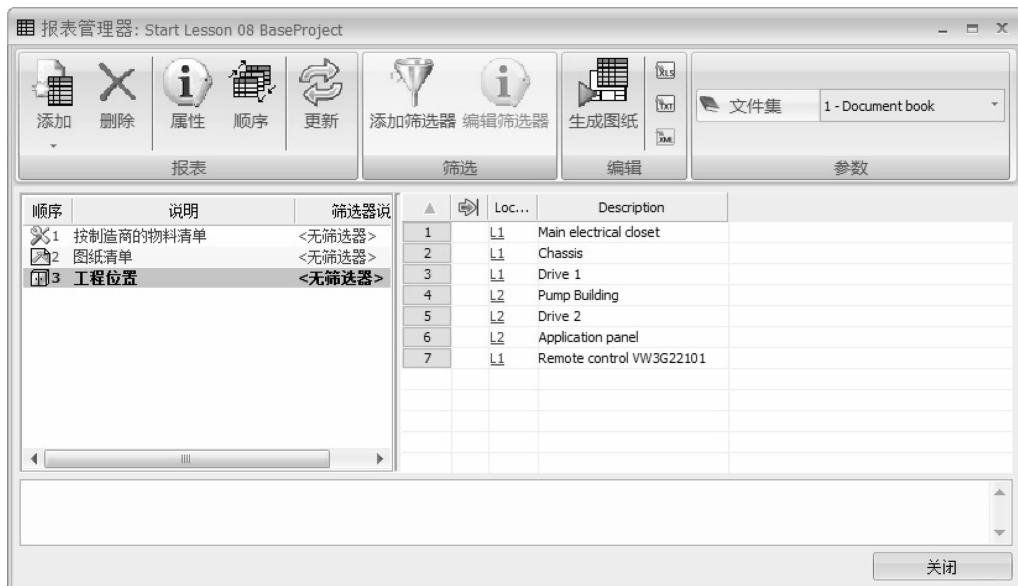

图 9-13 运行报表
■■■. 单击【添加】，选择新建的报表【Project Locations】，单击【确定】，如图 9-13 所示。单击【关闭】。